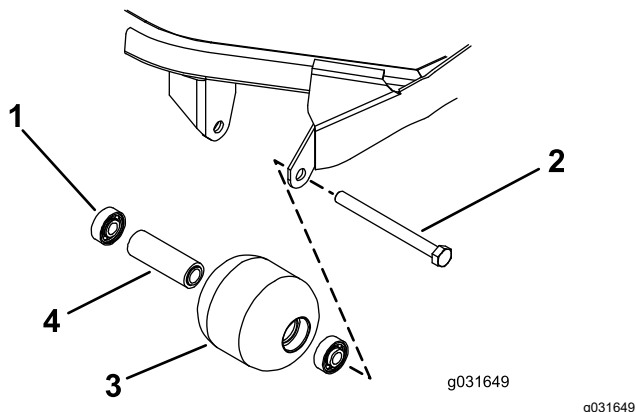

Figure 67
1. Retirez le boulon de fixation du galet (Figure 67).
4. Vérifiez l'état du logement de roulements, des roulements et de l'entretoise de roulements (Figure 67)
1. En exerçant une pression uniquement sur la bague extérieure ou uniformément sur les bagues intérieure et extérieure, poussez le premier roulement dans le logement du galet (Figure 67).
2. Insérez l'entretoise (Figure 67).
bagues intérieure et extérieure, poussez le second roulement dans le logement du galet jusqu'à ce qu'il rencontre l'entretoise (Figure 67).